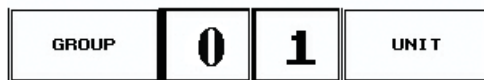

Abbildung 6.9: Adresse - Gruppe und Einheit
- Berühren Sie die Schaltflächen Gruppe [Group] und Einheit [Unit], siehe Abbildung 6.9: Adresse - Gruppe und Einheit, und stellen Sie die Steuerungsgruppe auf "0" und die Einheit-ID auf "1-99" oder die gewünschte TCP/IP-Adresse.